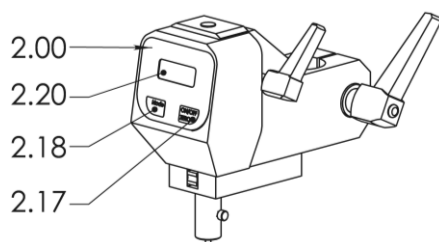

РИС. 6 ВВОД ВРЕМЕНИ ИЗМЕРЕНИЯ
- Нажмите кнопку MODE (2.18, Рис.6) , когда измерительное устройство (2.00, Рис.6) включено.
- ❗ На дисплее (2.20, Рис.6) отображается время измерений.
- Повторным нажатием кнопки MODE (2.20, Рис.6) ввод времени измерения от 1 до 99 сек осуществляется:
- Нажмите кнопку ON/OFF/ZERO (2.17, Рис.6) коротко, чтобы подтвердить изменение времени измерений и войти в режим измерений.
- ⚠ Чтобы сохранить изменения, измерительное устройство нужно выключить кнопкой ON/OFF/ZERO (2.17, Рис.6)!
- ❗ Активированное время измерений коротко отобразится , когда измерительное устройство (2.00, Рис.6) включено.